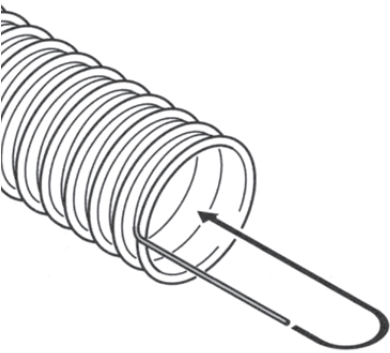

Fig. 109 Denudare il cavo di massa e piegarlo verso l'interno
- Denudare il cavo di massa per circa 5 cm su tutte le estremità del tubo flessibile e piegarlo verso l'interno nel tubo flessibile – Fig. 109.